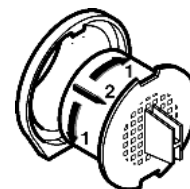

Fig. 24
- Aktivkohlefilter um 90° nach rechts oder links drehen Fig. 24 (1).
- Aktivkohlefilter herausziehen Fig. 24 (2).
- Neuen Aktivkohlefilter um 90° nach rechts oder links drehen Fig. 24 (1), bis er einrastet.